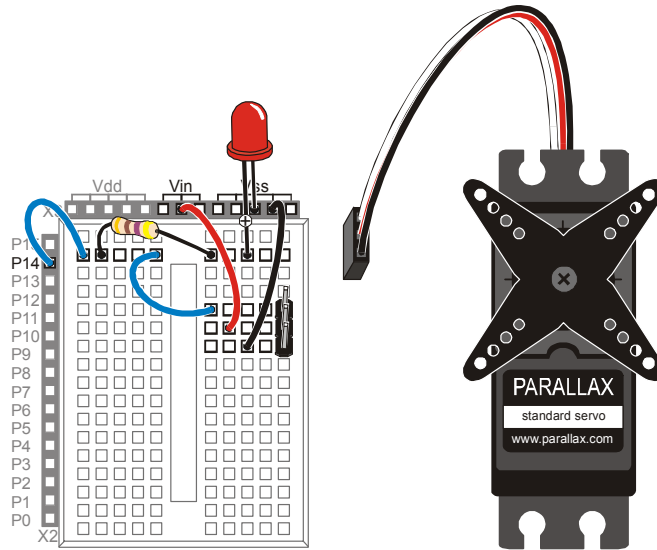

Figura 4-10
- ✓ Costruite il circuito dell'indicatore LED ed il connettore del Servomotore mostrato nella Figura 4-10.